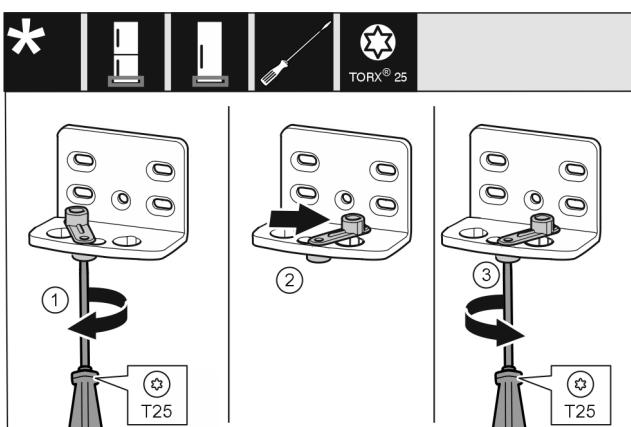

Fig. 14
- Šroubovákem T25 volně přišroubujte šroub. Fig. 14 (1)
- Zvedněte pomůcku zavírání dveří a v otvoru ji otočte o 90° doprava. Fig. 14 (2)
- Šroubovákem T25 šroub pevně utáhněte. Fig. 14 (3)